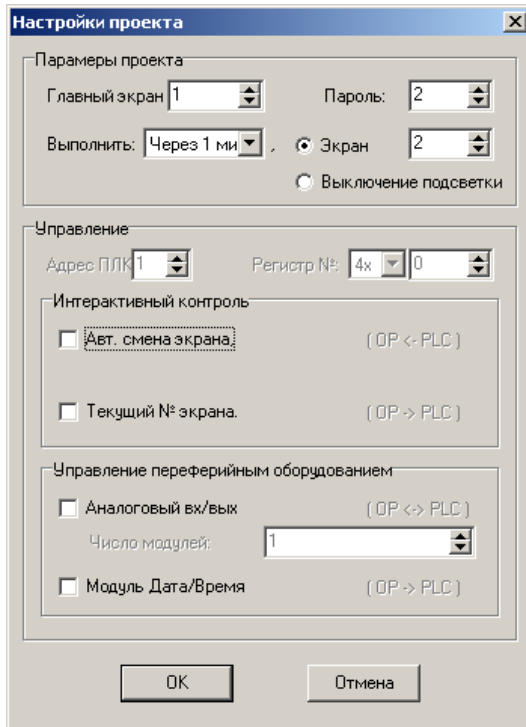

Рис. 7.19. Окно «Настройки проекта»
«Настройки проекта» () главного меню. Откроется окно «Настройки проекта» (см. рис. 7.19).
16.1 В открывшемся окне – задать значения настроек так, как это изображено на рисунке (см. рис. 7.19). Таким образом, будет сформирован проект, в котором: